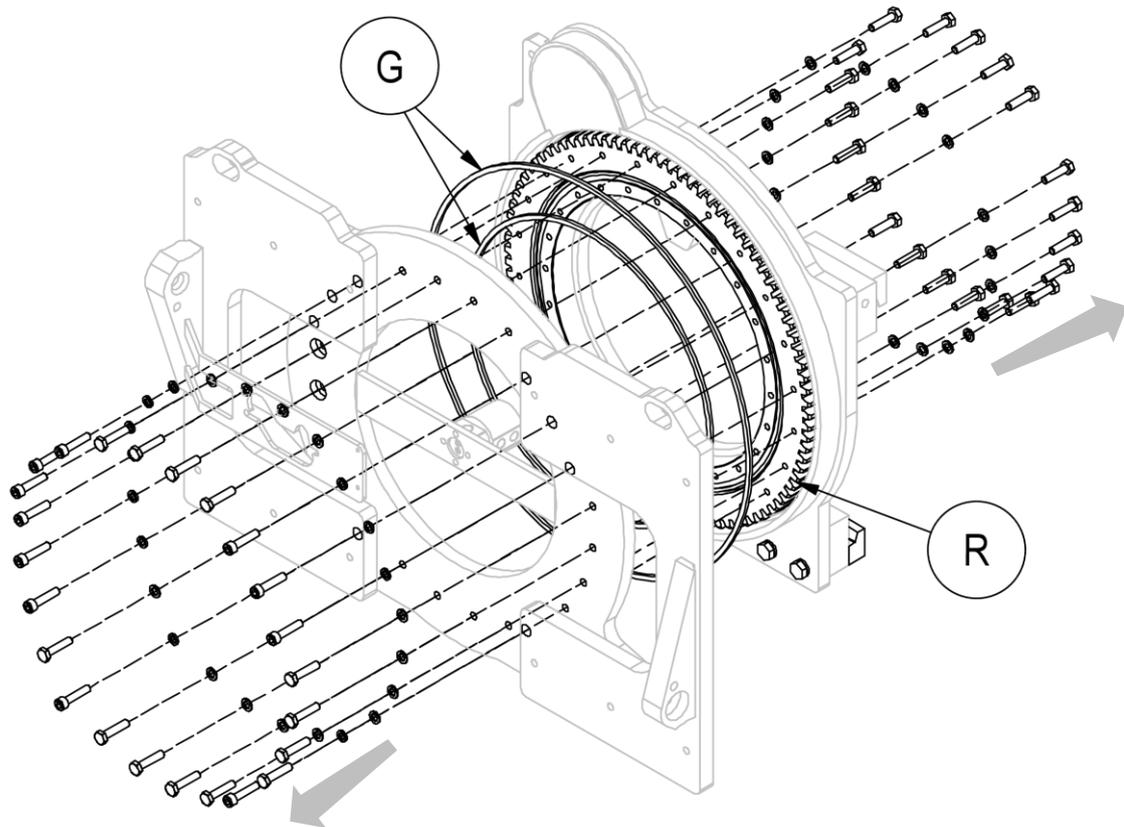

Figura 41
5. Rimuovere la parte anteriore del corpo rotante, assicurandosi di sorreggere in modo idoneo tutte le parti per poter effettuare l'operazione in sicurezza (vedi *Figura 41*).
6. Per poter rimuovere la ralla **R**, è necessario rimuovere anche le viti della parte posteriore dell'attrezzatura (vedi *Figura 41*).